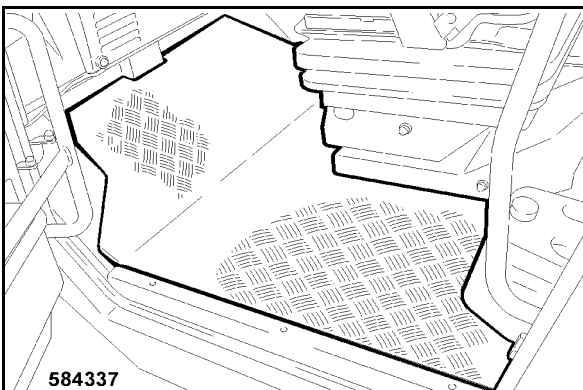

fig. 218
- Poser le tapis de sol 1 (fig. 218).